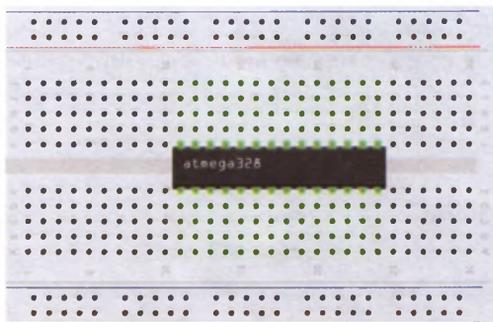

РИСУНОК 25.6
6. Установите микросхему ATmega на макетную плату, перекрыв канавку. Для размещения компонентов вам понадобится небольшое пространство с двух сторон, поэтому установите ее примерно так, как показано на рис. 25.6. Помните, что контакт 1 микроконтроллера ATmega328P находится рядом с небольшим полукруглым углублением на чипе. От него контакты отсчитываются по порядку, против часовой стрелки. Учитывайте это, чтобы правильно разместить свой микроконтроллер. Полукруглое углубление должно быть слева, как показано на схеме.